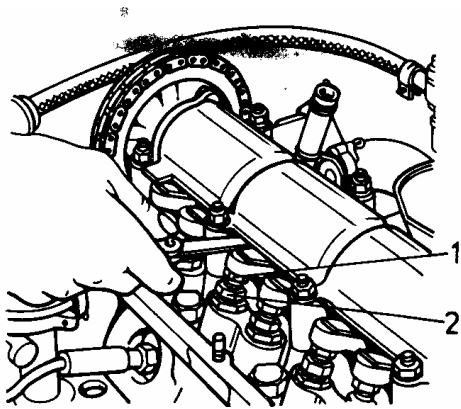

Fig. 33. Regulación de las holguras en el mecanismo de accionamiento de las válvulas: 1 - tornillo de regulación; 2 - contratuerca del tornillo de regulación
- regule las holguras entre las palancas y las levas del árbol de levas en la válvula de escape del 4° cilindro (8a leva) y en la válvula de admisión del 3er cilindro (6a leva); para esto afloje la contratuerca 2 (Fig. 33 dando vueltas al tornillo de regulación 1, establezca la holgura requerida con ayuda de un calibre